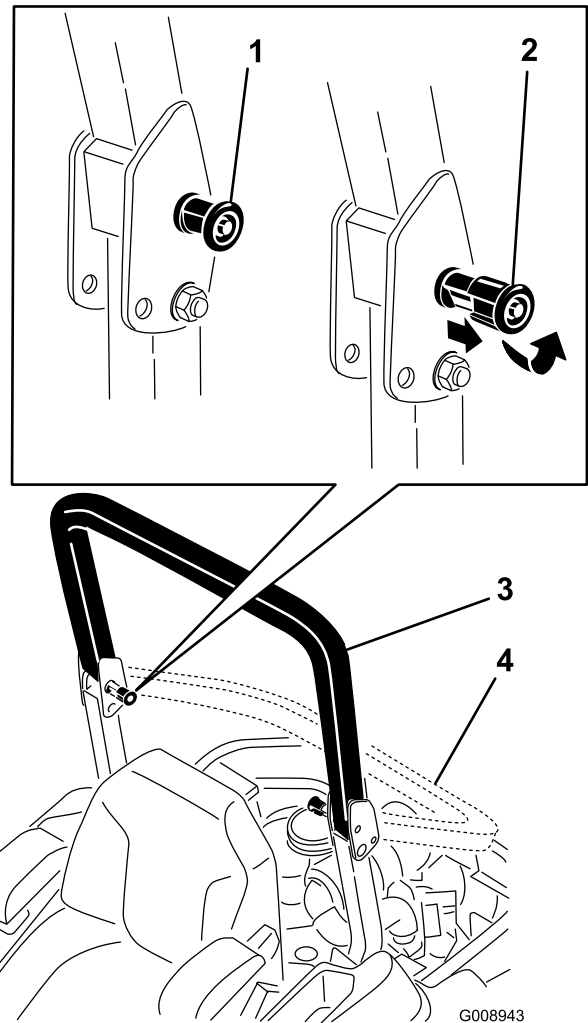

Figura 8
2. Tire de ambos pomos hacia fuera y gírelos 90° para desengranarlos (Figura 8).
3. Coloque la barra anti-vuelco en la posición de bajada (Figura 8).
4. Para elevar la barra anti-vuelco, suba la barra a la posición de uso, y gire los pomos para que se introduzcan parcialmente en las ranuras (Figura 8).
5. Eleve la barra a la posición vertical, presionando sobre la parte superior de la misma; las clavijas encajarán en cuanto se alineen con los orificios (Figura 8).